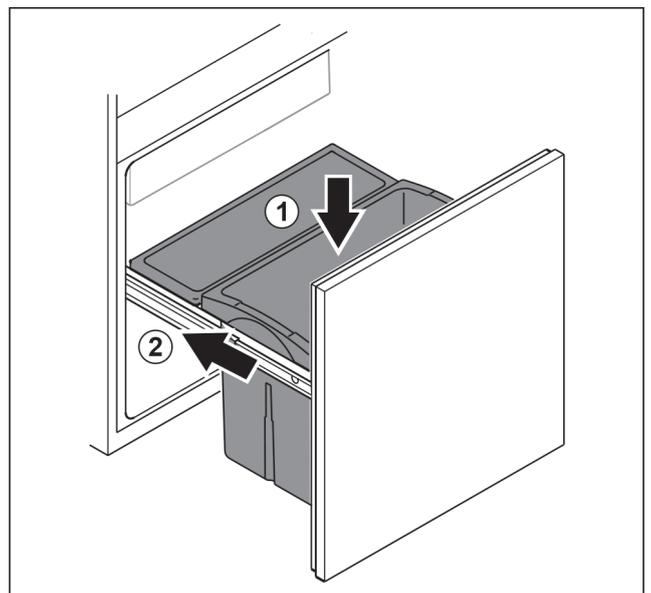

Fig. 101
- ▶ Вставити висувний ящик зверху. Fig. 101 (1)
► Вставити витяжний візок. Fig. 101 (2)